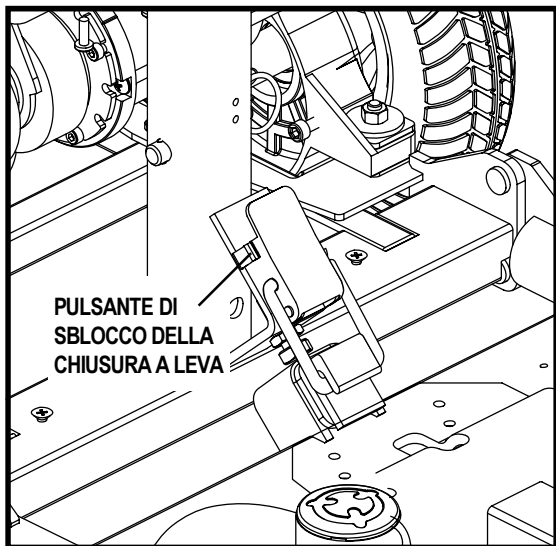

Figura 11. Chiusura a leva chiusa
6. Premere il pulsante di sblocco della chiusura a leva tirando all'indietro la chiusura a leva. Vedere figura 11.
4. Fissare la leva in posizione di chiusura. Vedere figura 11.